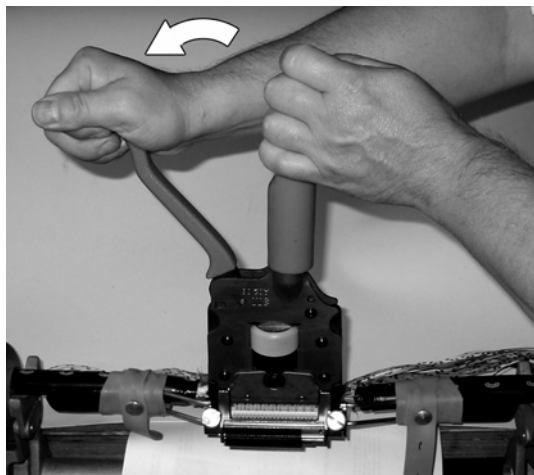

Рис. 6. 42. Снятие пресса с модуля.
6.2.19. Установить ручной пресс на сращивающую головку так, чтобы зубцы фиксаторов головки находились в максимально нижнем положении. Убедиться в том, что пресс установлен вертикально, а обжимная шина опускается параллельно крышке модуля (рис.6. 40).